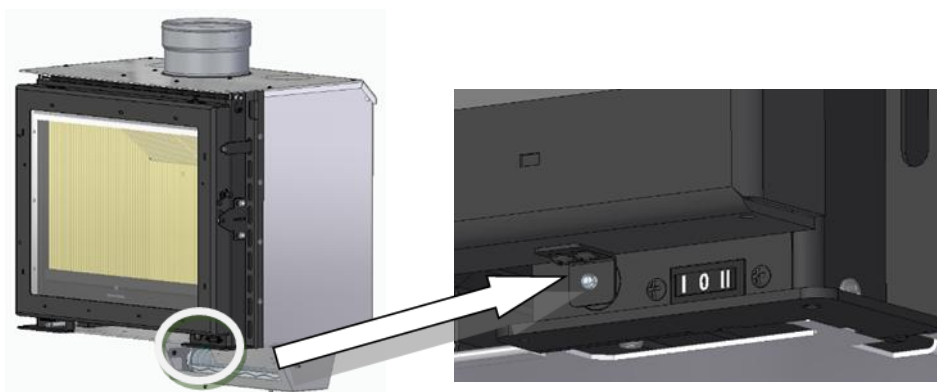

Figura 54 – Ajuste de la manilla de la puerta, funcionamiento del microinterruptor
d. Después de colocar los componentes en la unidad, debe ajustar la lengüeta debajo de la puerta para que la puerta después de cerrar la lengüeta accione el microinterruptor, ver Figura 54.